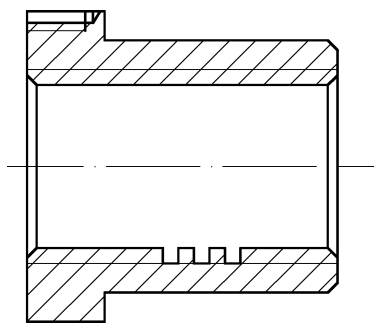

图 11-41 绘制齿根线示例
5) 绘制齿根线。选择“细实线”为当前图层，选择“绘图”面板→“构造线”命令，输入 0，输入偏移距离 25，指定中心轴线和偏移方向，进行修剪后的结果如图 11-41 所示。